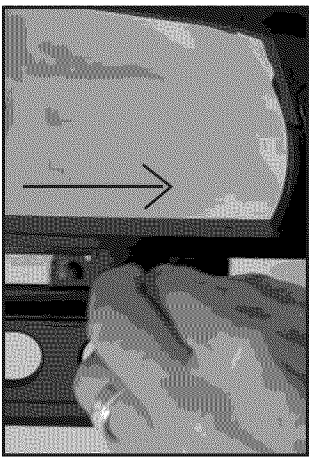

Figura 4- Jale el empujador hacia atrás
- Inserte la punta del pulgar en el sostén de pulgar del empujador de la tira de clavos presionado con resorte y jale el empujador hacia atrás hasta que se bloquee en su lugar en el trasero del depósito alimentador. (Ver la figura 4)